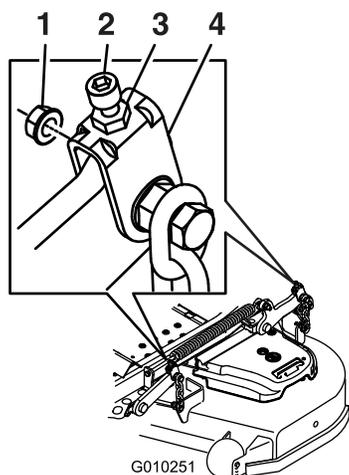

Figura 87
- Si es necesario, afloje la contratuerca con arandela prensada del lateral de la horquilla y la contratuerca de la parte superior. Gire el tornillo de ajuste hasta obtener una altura de 7.6 mm (3 pulgadas) (Figura 87).
16. Gire el tornillo de ajuste hasta obtener una altura de 8.3 mm (3-1/4 pulgadas) (Figura 87).